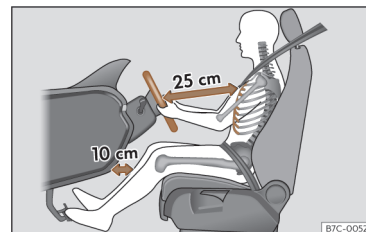

Fig. 16 A separação correta entre o condutor e o volante deve ser de 25 cm no mínimo (10 polegadas).
- Ajuste o volante de modo a ficar a uma distância de, pelo menos, 25 cm (10 polegadas) do esterno >>> **Fig. 16** e a poder segurá-lo com ambas as mãos pelos lados, pela parte exterior, com os braços ligeiramente fletidos.